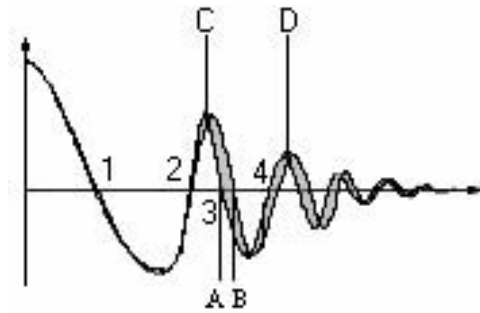

图 2-4 相位差比较示意图
如图 2-4 所示, 用户可以指定一个需要作比较的过零点, 仪器判断被测线圈测试波形 和标准波形在这个过零点的偏移量, 然后和标准波形的振荡周期作比较, 并用这两个量的百分比作为判断依据, 基准用百分比来设定。如图中, A~B 间是偏移量, C~D 间是标准波形振荡周期, 设定的是比较波形的第三个过零点。
图 2-4 相位差比较示意图 ①提示：仪器仅能设置第 2~10 个过零点，第一个过零点还不能反映线圈的实际性能，所以不予设置。在实际的相位差比较中，将会产生四种结果：**PASS**、**FAIL**、**FAIL1** 和 **FAIL2**。**PASS** 表示合格；**FAIL** 表示不合格；**FAIL1** 代表未找到过零点，即在被测线圈测试波形上找不到所设定的过零点；**FAIL2** 代表在标准波形上找不到完整的周期，如图 2-4，若要使相位差比较能够正常工作，应该保证第三个过零点的存在。